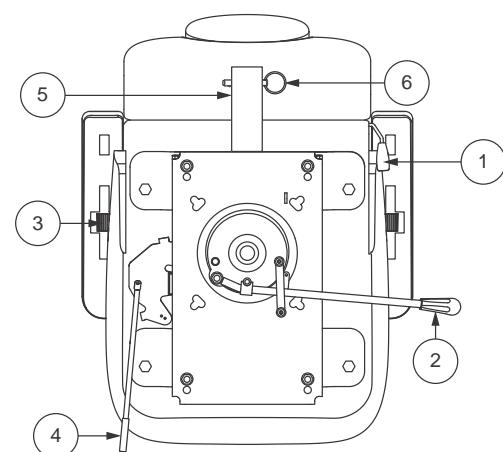

Figure 15. Réglage du siège
Si votre VMP est équipé d'un siège à dossier inclinable, vous pouvez changer l'inclinaison du dossier avec le levier de réglage du dossier. **Voir la figure 15.**
1. Tirer vers le haut l'avant le levier de rotation du siège afin de dégager le siège. **Voir la figure 15.**
Élevez ou abaissez l'inclinaison des accoudoirs en tournant la roulette de réglage sous l'accoudoir. **Voir la figure 15.**
1. Déplacez le levier coulissant du siège (situé sur le côté inférieur gauche du siège) vers l'extérieur. **Voir la figure 15.**
Le support d'accessoire monté à l'arrière vous permet d'attacher un accessoire personnel comme un panier, support pour marchette ou réservoir d'oxygène à l'arrière de votre VMP. Utiliser la goupille de verrouillage afin de bien fixer votre article au support d'accessoire. **Voir la figure 15.** Consulte votre détaillant autorisé pour plus de détails.